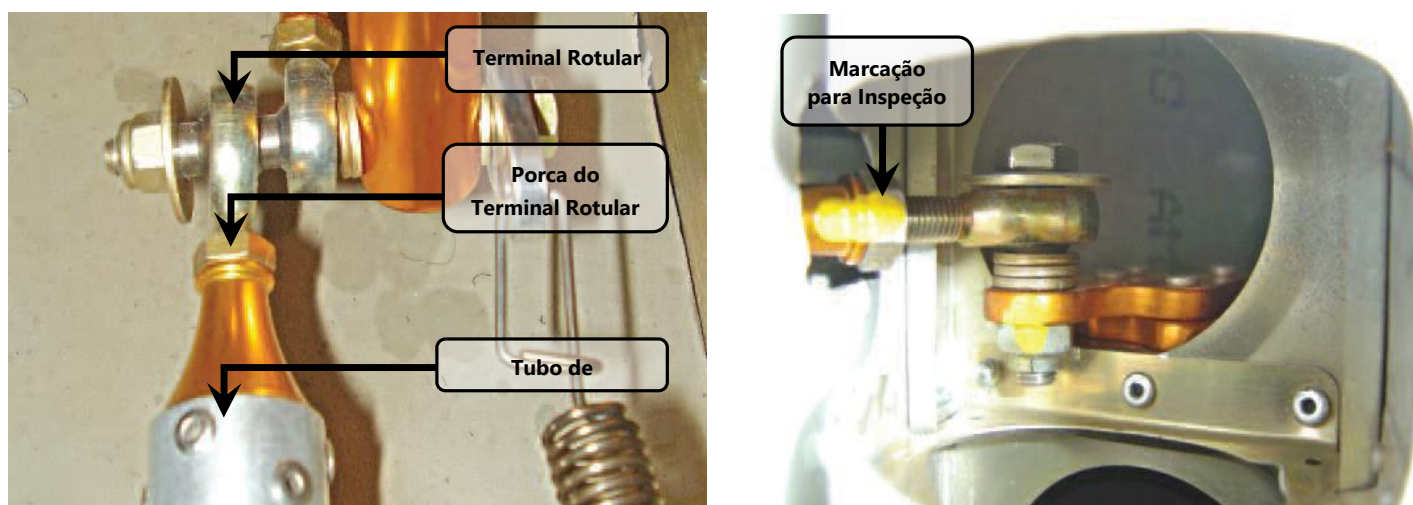

Figura 57.60.3 - Haste de comando e terminal rotular.
1. Aliviar as porcas do terminal rotular, mostrada na figura 57.60.3
4. Apertar as porcas e marcá-las, com marcador de metais, conforme mostrado na figura 57.60.3, para futuras inspeções.